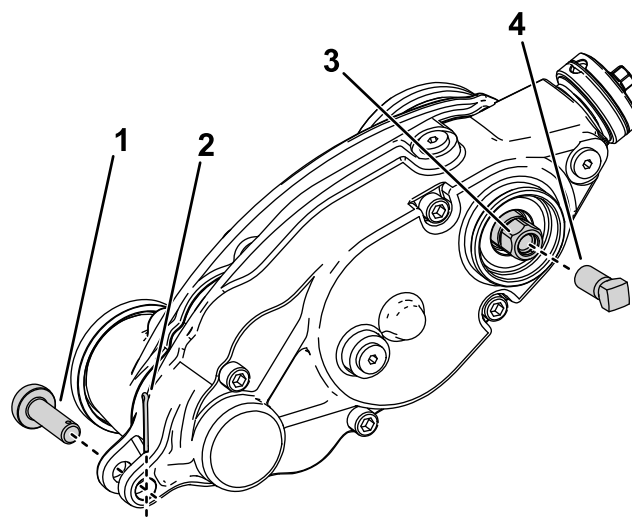

Bild 29
3. Entfernen Sie den Einstellerstift und den Splint, der das Groomergetriebe mit den Einstellarmen verbindet (Bild 29).
5. Montieren Sie die Bewehrungsschraube (Teilenummer 1-803022 – separat erhältlich) an den Innengewinden des Sechskantkopfes des Groomerantriebs und ziehen Sie diese auf ein Drehmoment von 13,5 Nm an, wie in Bild 29 dargestellt.
6. Entfernen Sie das Groomergetriebe von der Schneidspindel, indem Sie den Sechskantkopf des Groomerantriebs drehen (Bild 29).